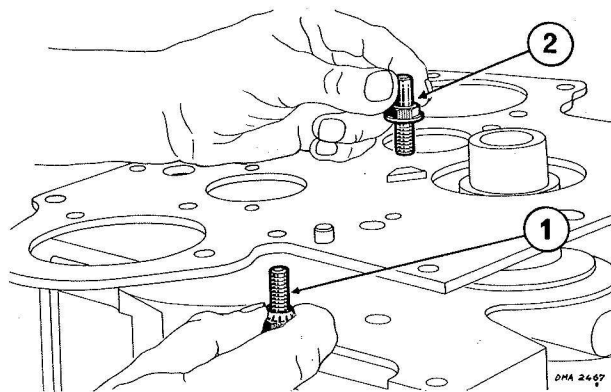

Fig. 11
Fixer la plaque intermédiaire en ayant soin d'orienter le trou de la pissette de graissage (2) sur l'engrènement des pignons intermédiaire et vilebrequin (fig. 11).